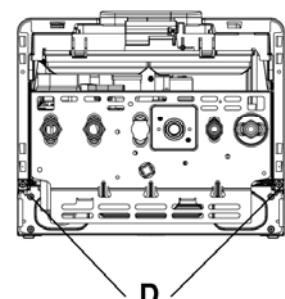

Рис. 6c
- отвинтите два крепежных винта (**D**) (рис. 6c) и снимите кожух